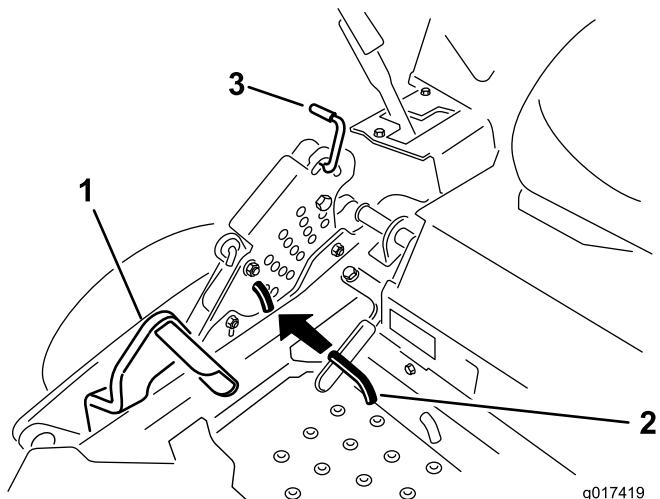

Figura 25
2. Pise el pedal de elevación de la carcasa y eleve la carcasa a la posición de transporte (que es también la posición de altura de corte de 5-1/2 pulgadas (140 mm)) (Figura 25).
3. Para ajustar la altura de corte, gire el pasador 90 grados y retire el pasador del soporte de altura de corte (Figura 25).
4. Seleccione el taladro del soporte de altura de corte que corresponde a la altura de corte deseada, e inserte el pasador (Figura 25).